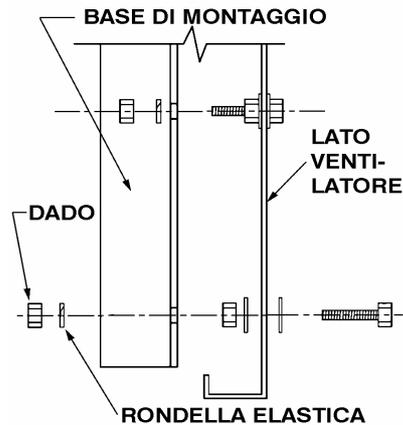

Figura 14 - Installazione della base di montaggio
2. Per installare la base di montaggio sull'unità, utilizzare viti da 8 mm. e rondelle di fissaggio (Vedi Figura 14).